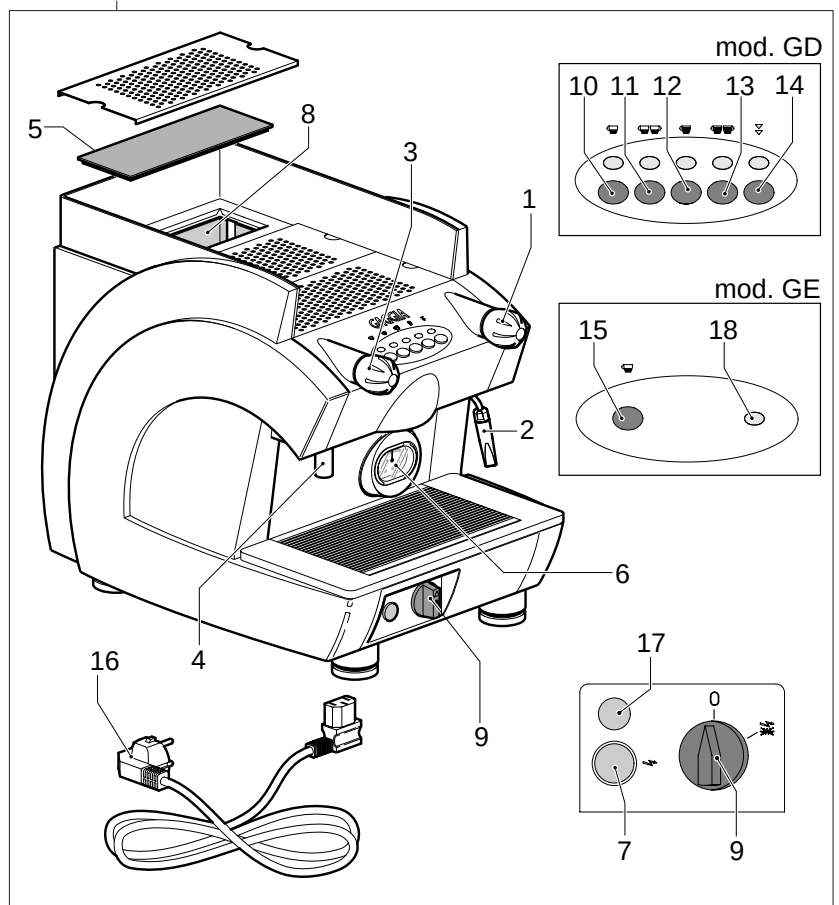

Abb.6.01
Achtung: Wenn kein Wasser vorhanden ist leuchtet auf den Maschinen GE die entsprechende Anzeige auf (Abb.6.01 - Pos.17). Auf den Maschinen GD siehe Punkt 7.5 "Alarmsignalisierung".
Dieser Vorgang kann, nur beim ersten Aufladen, ziemlich lange dauern und die Maschine blockieren; die Maschine eventuell mit dem Hauptschalter aus- und wieder einschalten (Abb.6.01-Pos.9).
- Warten bis die Maschine den Betriebsdruck erreicht hat "1,2 - 1,3 BAR", auf dem Manometer den Kesseldruck überprüfen (Abb.6.01-Pos.6).